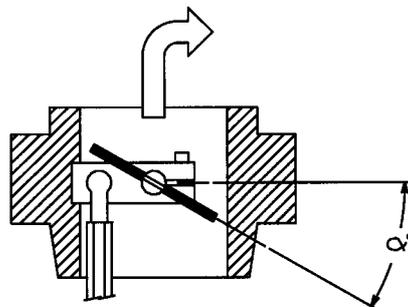

Fig. 30
- 3 Régler le débit du gaz en première allure (même position de la flamme d'allumage), agissant sur les vis réglables V (voir Fig. 31) afin de changer l'angle d'ouverture de la vanne à papillon (Fig. 30); agir en sens horaire pour augmenter le débit gaz, en sens anti horaire pour le réduire.